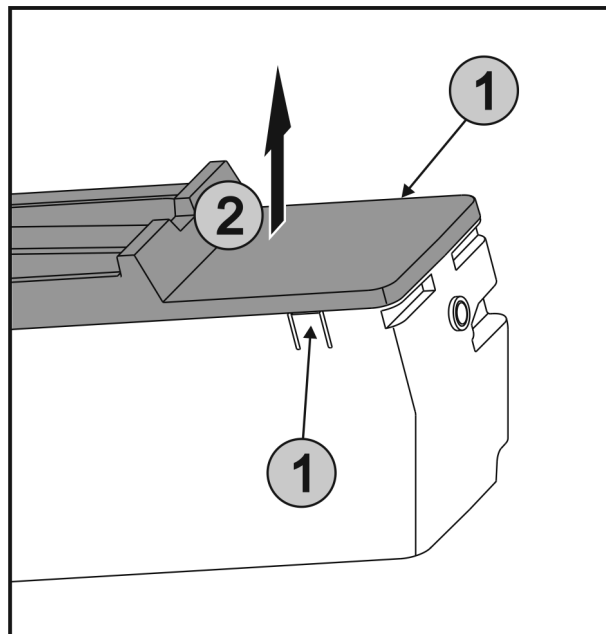

Fig. 51
- ▶ Одновременно нажать на накладки Fig. 51 (1) на обеих сторонах EasyTwist-Ice и снять крышку Fig. 51 (2) движением вверх.